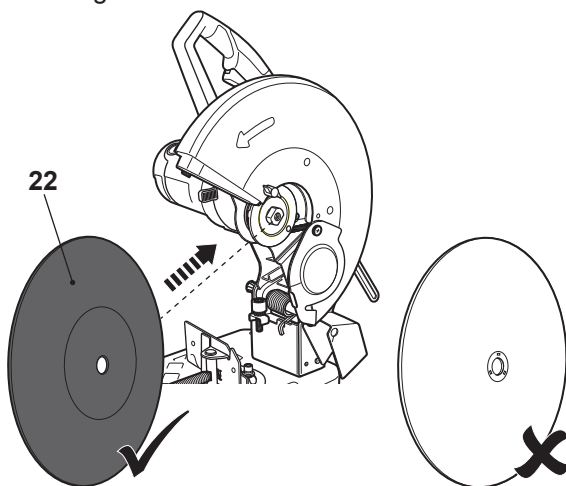

Fig. 13
- > Solte o botão de bloqueio do veio (7) e abra a proteção inferior (6). Mantenha-a em esta posição.
- > Retire o disco de corte (22) e substitua-o por um disco novo (Fig. 13). Depois, solte com cuidado a proteção inferior (6).